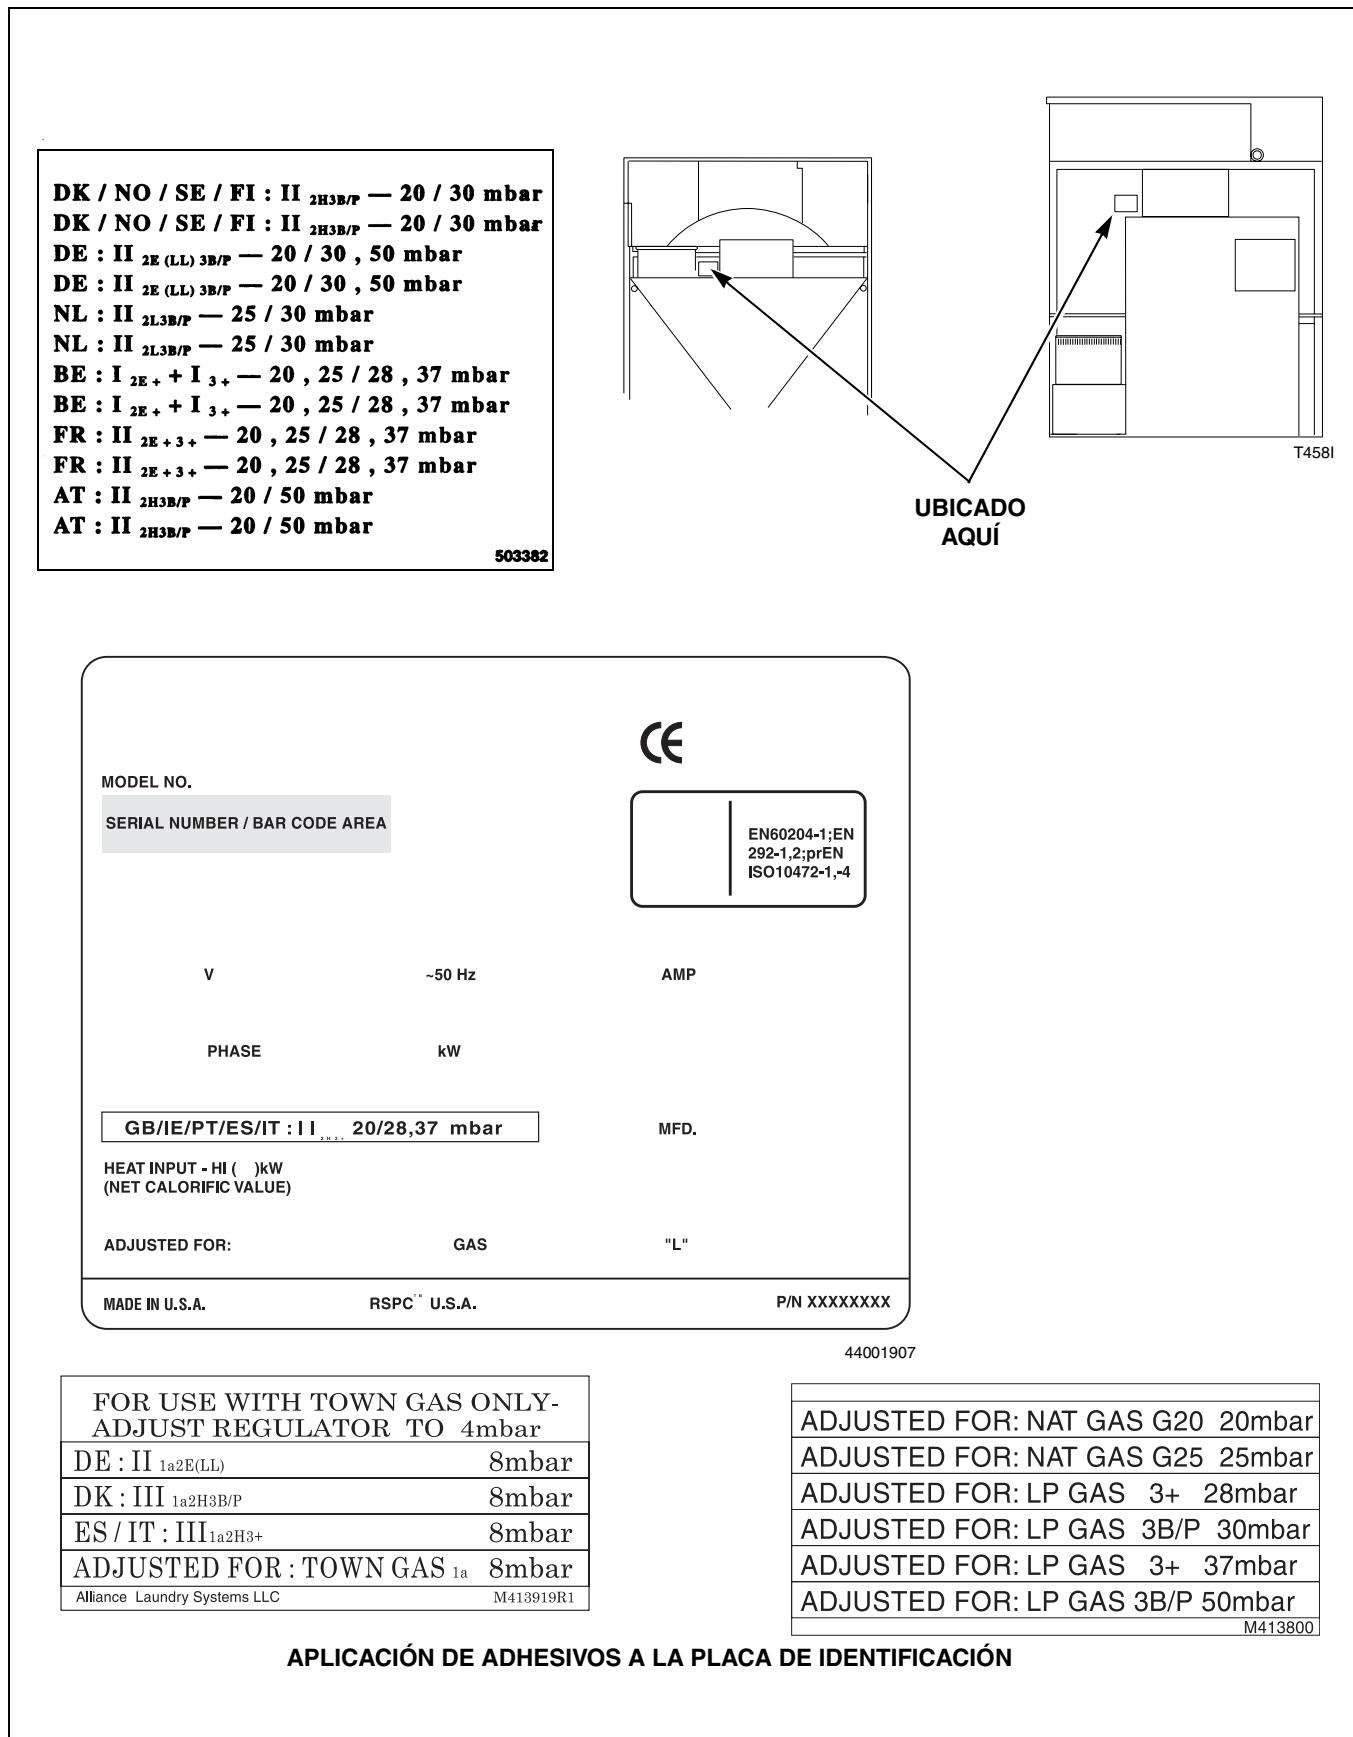

Figura 7
3. Si corresponde, pele el adhesivo del país apropiado del Pieza No. 503382 (incluido en la máquina) y aplíquelo a la placa de identificación sobre la información existente del país. Consulte la *Figura 7*.
4. Si corresponde, pele el adhesivo del país apropiado del Pieza No. M413800 (incluido en la máquina) y aplíquelo a la placa de identificación sobre el lugar donde dice “ADJUSTED FOR \_\_\_\_\_ GAS: \_\_\_\_\_” Consulte la *Figura 7*.